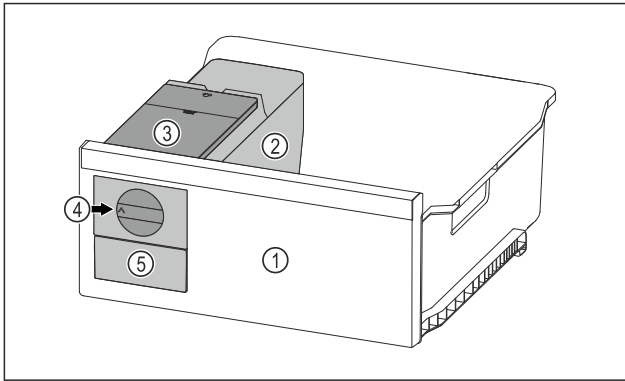

Fig. 165 Représentation à titre d'exemple
- Tourner le bouton rotatif Fig. 165 (4) dans le sens horaire jusqu'à la butée.
- Les glaçons tombent du bac à glaçons dans le tiroir à glaçons Fig. 165 (5).